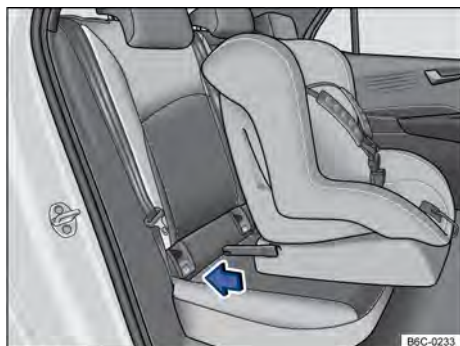

Fig. 44 No banco do veículo: identificação dos pontos de ancoragem inferiores para cadeiras de criança.
Os 2 olhais de retenção para cada cadeira de criança dotado do sistema ISOFIX ou i-Size podem ser acessados através das fendas existentes no revestimento do assento do banco traseiro → Fig. 44.
- Encaixar a cadeira de criança nos olhais de retenção → Fig. 44 no sentido da seta. A cadeira de criança deve engatar de forma segura e audível (click).
- Colocar a cadeira de criança sobre a superfície do banco e prender os ganchos dos cintos de fixação nos olhais de retenção → Fig. 44, caso os cintos de fixação sejam fornecidos junto com a cadeira de criança.